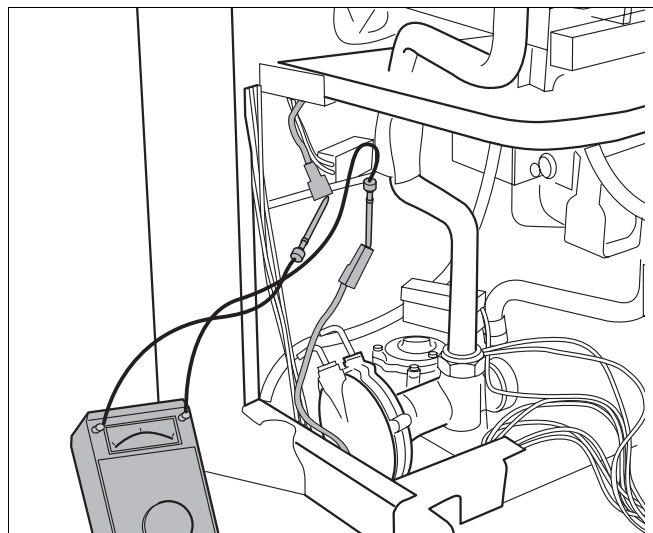

Рис. 27 Измерение ионизационного тока
- На измерительном приборе выбрать микроамперный диапазон (DC) (рис. 27).